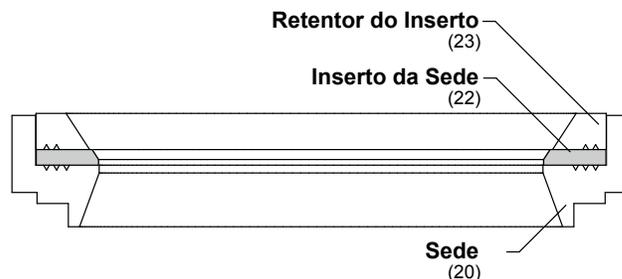

Figura 1 - Conjunto da Sede Macia
As válvulas de controle da Valtek Sulamericana equipadas com sedes macias podem alcançar vedação de acordo com a classe VI da norma ANSI B16.104/FCI-70.2. O conjunto da sede macia é constituído por uma base da sede, um inserto da sede – normalmente fabricado em polímero – e um retentor do inserto (a Figura 1 mostra a construção standard do conjunto da sede macia). Para um mesmo modelo de válvula, diâmetro, classe de pressão e tamanho de internos, o conjunto da sede macia é totalmente intercambiável com a sede metálica.
- Usando um novo inserto da sede, monte os três componentes da sede macia como ilustrado na Figura 1.